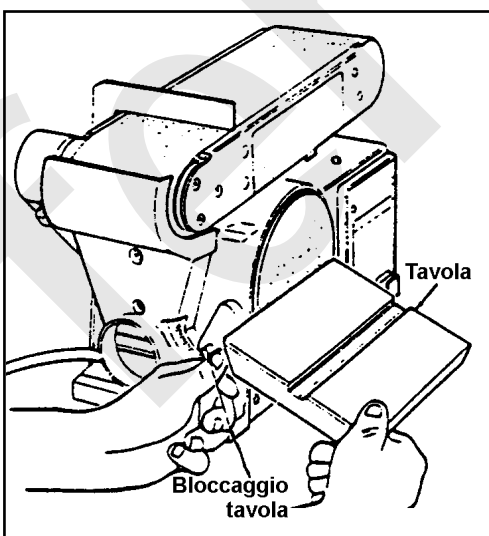

Figura 21 – Inclinazione della tavola di lavoro.
1. Allentare la leva di blocco (E), ruotandola in senso antiorario (figura 21).
2. **Inclinare la tavola secondo l'angolazione desiderata, verificando l'inclinazione sulla scala graduata (figura 21), dopodiché ri-bloccare la tavola serrando la leva (E) in senso orario.**